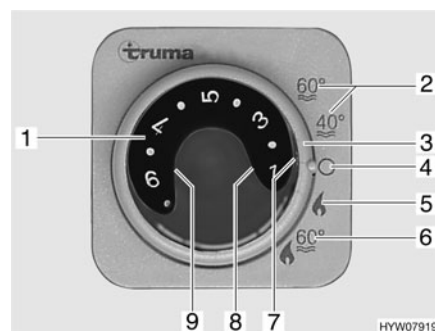

Fig. 148 Unité de commande pour chauffage/chauffe-eau
- Régler le mode de régime à l'aide de l'interrupteur tournant (Fig. 148,3).
Le chauffage règle le degré d'allumage automatiquement en fonction de la température ambiante requise. Une fois que la température ambiante désirée est atteinte, le brûleur s'éteint. La température intérieure est mesurée avec la sonde de température qui se trouve à côté du panneau de contrôle. En mode "Chauffage et chauffe-eau" (Fig. 148,6) l'eau est également chauffée dans le chauffe-eau. Il est possible de faire fonctionner le chauffage en mode "Chauffage sans chauffe-eau" (Fig. 148,5) et le chauffe-eau vide.
- Régler le bouton tournant de température (Fig. 148,1) de l'unité de commande sur la température de chauffage désirée.
- Régler l'interrupteur tournant (Fig. 148,3) en régime hiver "Chauffage sans chauffe-eau" (Fig. 148,5) ou en régime hiver "Chauffage et chauffe-eau" (Fig. 148,6).
Le voyant de contrôle vert (Fig. 148,7) s'allume.
- Régler l'interrupteur tournant (Fig. 148,3) sur "O" (Fig. 148,4).
La combinaison régime au gaz et régime électrique 230 V permet de raccourcir la période de chauffage (uniquement possible lorsque le chauffage sur l'unité de commande (Fig. 148) est réglé sur régime hiver).